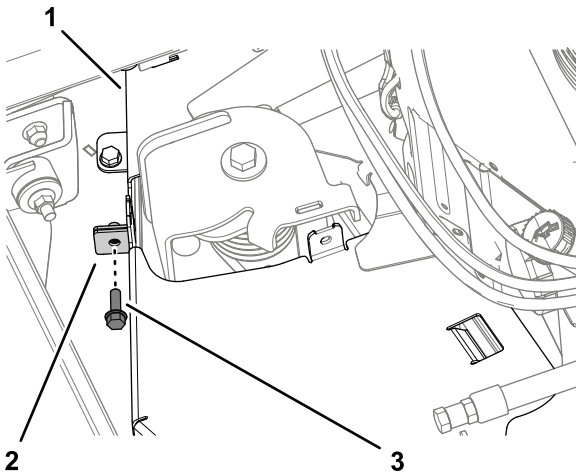

Bild 35
2. Entfernen Sie die Schraube, mit der die Flanschverbindungen der Riemenabdeckung befestigt sind, wie in Bild 35 dargestellt.